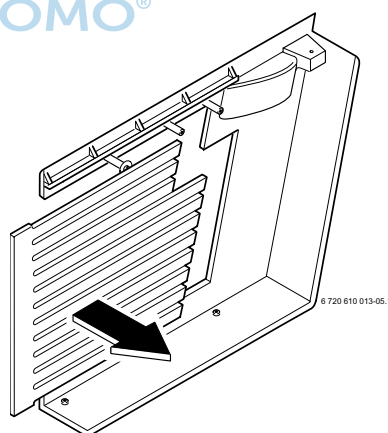

Bild 4
- Bei einer **seitlichen** Montage des Warmwasserspeichers: Betroffenes Seitenteil vorsichtig ausbrechen und entgraten (siehe Bild 4)
- Wenn der am Heizgerät montierte Trichtersiphon nicht mit dem beiliegenden übereinstimmt: Trichtersiphon (10) und Ablaufrohr (11 oder 12) tauschen.
- Aufkleber (9) gut sichtbar aufkleben.
- Führungsleisten (5) seitlich einschieben und festschrauben.